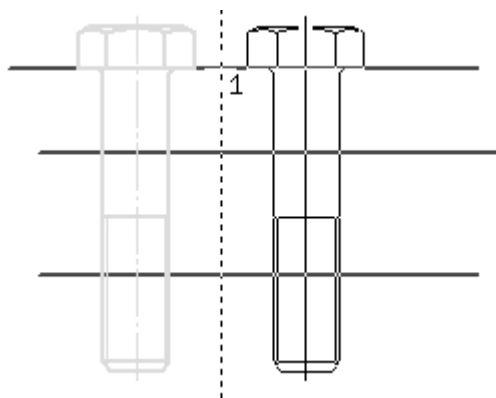

Рис. 2.36. Создание симметричного изображения
2. Нажмите кнопку Симметрия на панели Редактирование. Укажите две точки прямой, относительно которой нужно получить симметричное изображение (прямая отрисовывается пунктиром). Пусть, например, это будет вертикальная прямая, немного смещенная вправо от отображаемого болта (рис. 2.36).